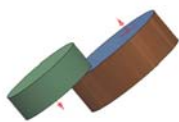

图 4-14 阵列链接被打断
(3) 阵列元素的独立。默认情况下，所有的创建的非源阵列元素与源零部件是关联的。如果修改了源零部件的特征，则所有的阵列元素也随之改变。但是也可以选择打断这种关联，使得阵列元素独立于源零部件。要使得某个非源阵列元素独立，可以在浏览器中选择一个或多个非源阵列元素，单击鼠标右键并选择右键菜单中的【独立】选项以打断阵列链接。当阵列元素独立时，所选阵列元素将被抑制，元素中包含的每个零部件引用的副本都放置在与被抑制元素相同的位置和方向上，新的零部件在浏览器装配层次的底部独立列出，浏览器中的符号指示阵列链接被打断，如图 4-14 所示。